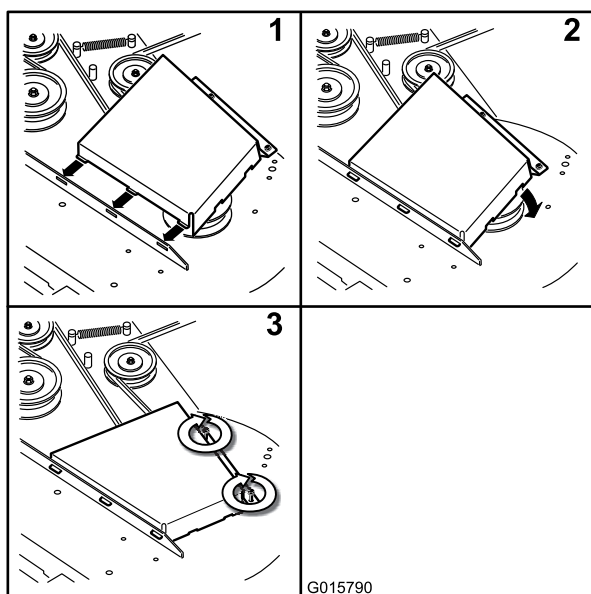

Figura 68
4. Instale las cubiertas de la correa (Figura 68).